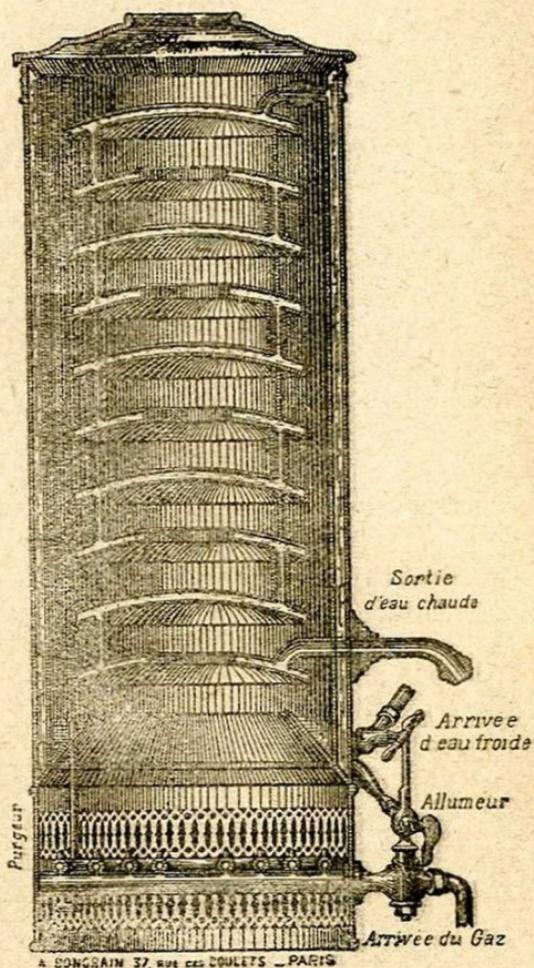

Fig. 265. Thermo-siphon pour chauffage de bains.
*Thermo-siphon.* — Cet appareil est représenté figure 265 et fait corps avec la baignoire à laquelle il est relié par deux tuyaux horizontaux. Les couches d'eau inférieures, étant les premières échauffées, se répandent dans la baignoire par la partie inférieure ; par suite de la différence de densité, l'eau la plus chaude tend